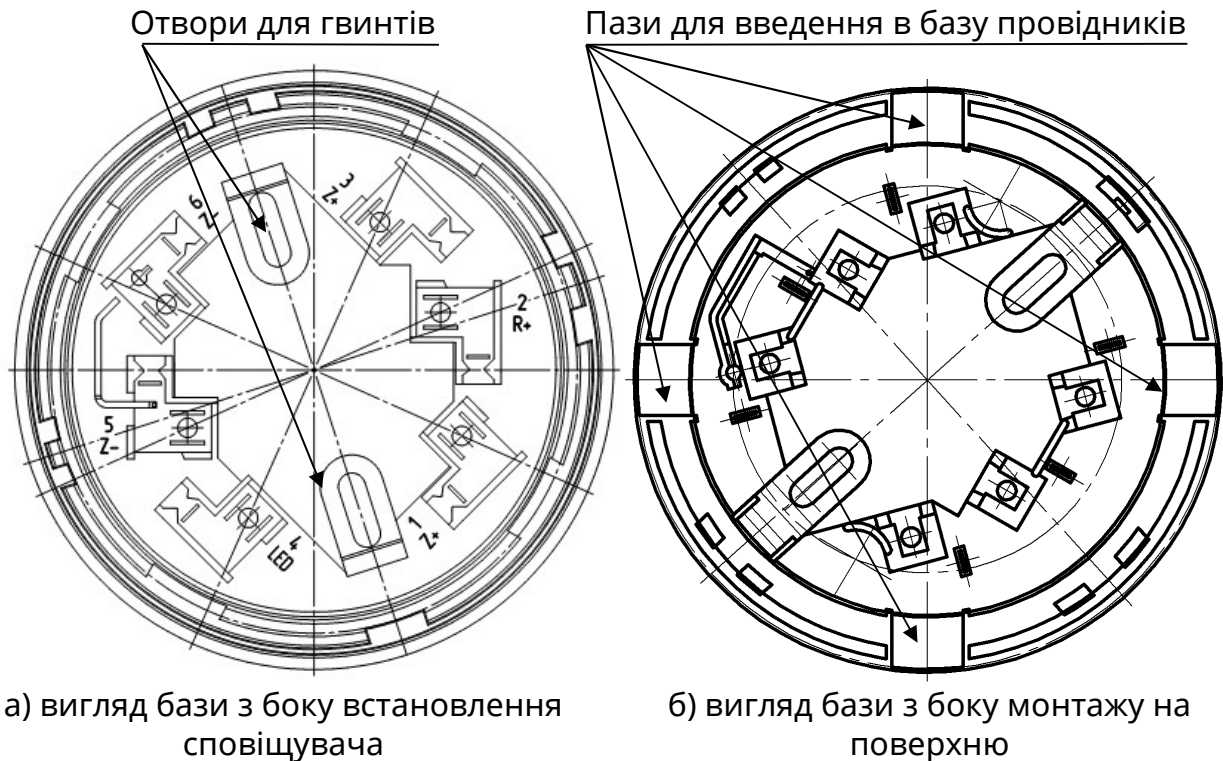
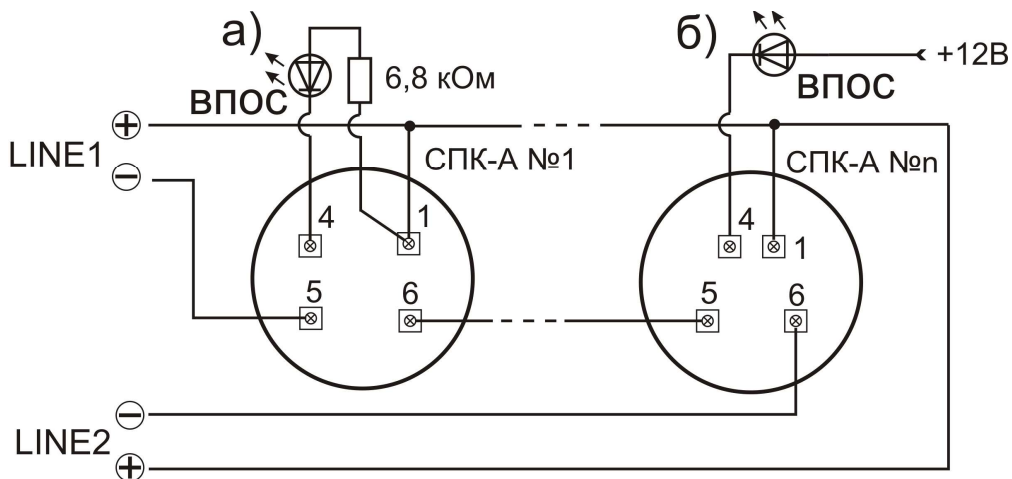

Рисунок 1 – База сповіщувача
Рисунок 2 – Підключення сповіщувачів до кільцевого ША: а) живлення ВПОС від ША, використовується контакт 1; б) живлення ВПОС від джерела 12 В
4.1 Сповіщувач комплектується базою (рисунок 1). Для приєднання сповіщувача до бази, необхідно встановити сповіщувач на базу, з невеликим зусиллям притиснути до бази, повернути за годинниковою стрілкою і після просідання в базі повернути до упору. Для демонтажу повторити дії в зворотньому порядку.
5.1 Для встановлення сповіщувача необхідно базу від'єднати від сповіщувача (рисунок 1), й закріпити її на стелі приміщення за допомогою дюбелів або гвинтів. Провідники в базу заводять через спеціальні пази. **Перед введенням провідників в базу необхідно обов'язково зняти зовнішню ізоляцію. Не допускаються перекося та деформування бази. Не допускаються перекося сповіщувача в базі.** Монтування бази сповіщувача проводити лише на **плоску поверхню**, для запобігання перекосям при затягуванні гвинтів. У випадку коли це неможливо, необхідно встановлювати базу на плоску підставку.
5.3 Підключати сповіщувачі необхідно згідно схеми, наведеної на рис. 2. Призначення контактів на рис. 2 (**в дужках вказано позначення контактів на базі, рис.1**):